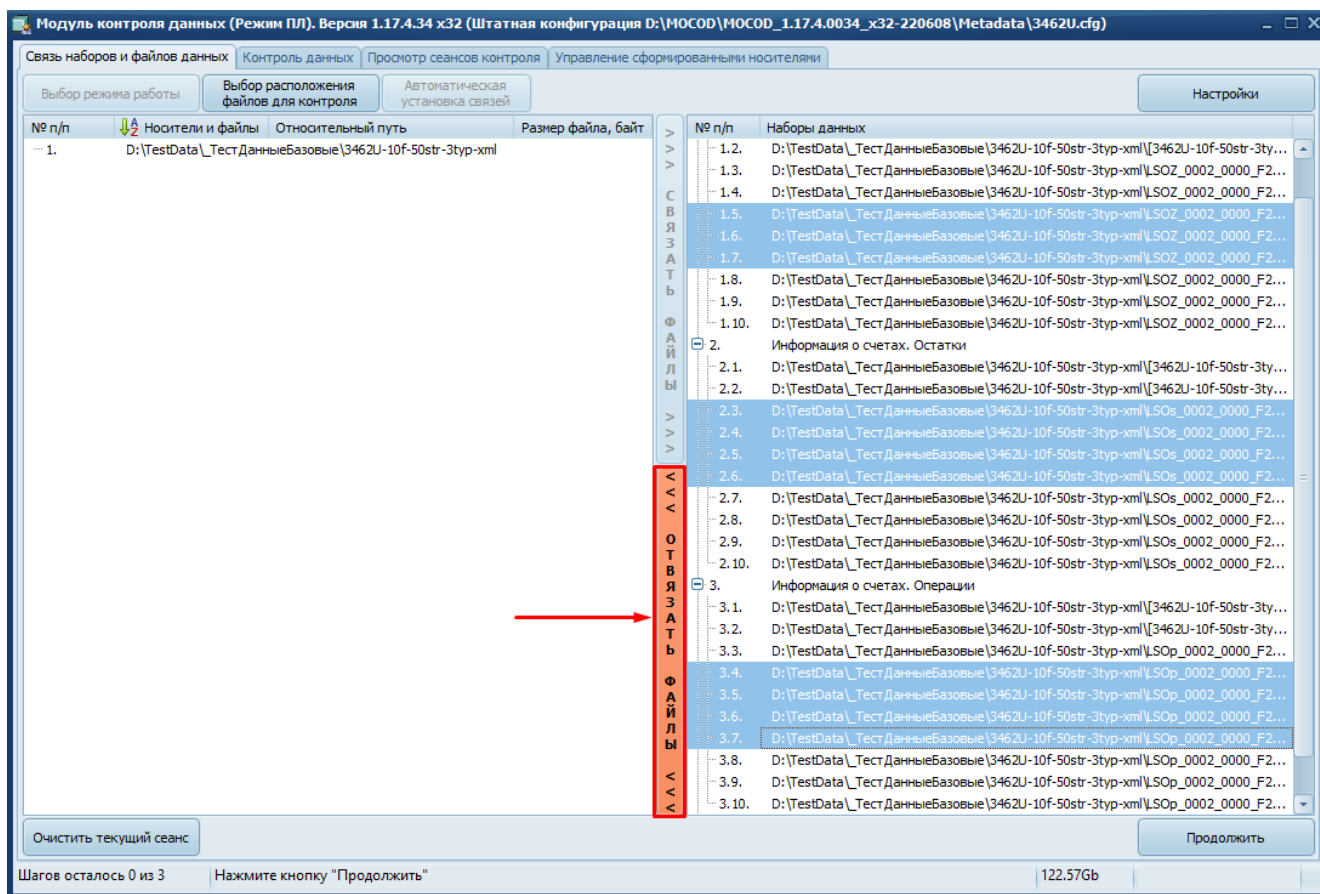

Рисунок 41 – Отмена привязки одного/нескольких файлов от наборов данных
- 2) Нажать кнопку «Отвязать файлы» (Рисунок 41).